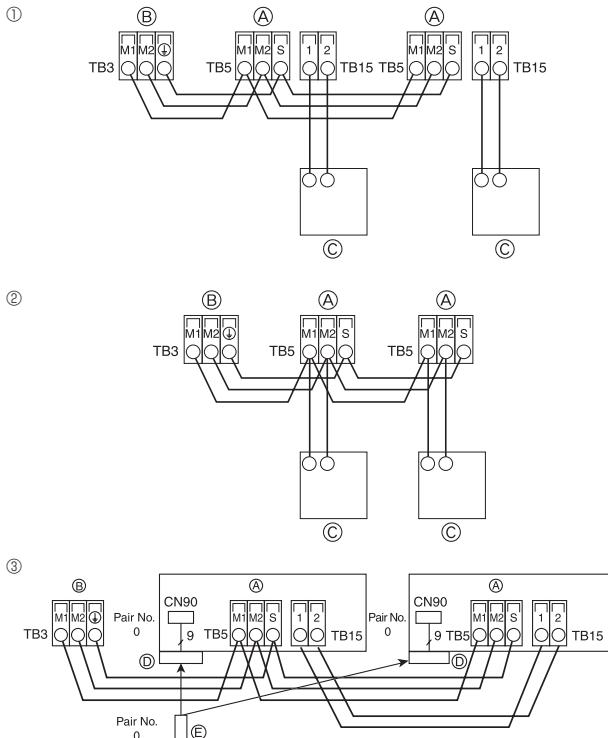
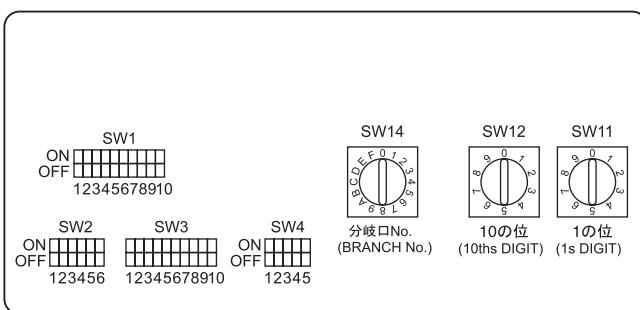

Fig. 4-5
Fig. 4-6
4.4. Ligação dos cabos de transmissão do controlo remoto e das unidades interior e exterior (Fig. 4-5)
- ① Controlo remoto MA
- ② Controlo remoto M-NET
- ③ Controlo remoto sem fios (Ao instalar o receptor de sinal sem fios)
- ④ Bloco de terminais para o cabo de transmissão interior
⑤ Bloco de terminais para o cabo de transmissão exterior (M1(A), M2(B), (S)(S))
⑥ Controlador remoto
⑦ Receptor de sinal sem fios
⑧ Controlador remoto sem fios
4.5. Definição dos endereços (Fig. 4-6)